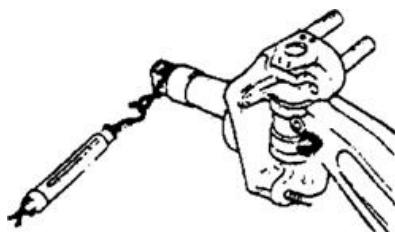

图 11
(2) 在主销表面涂一层薄薄的润滑脂。
(3) 将主销的锁销槽与前轴锁销孔对齐, 插入锁销, 拧紧锁销。 图 11
(4) 测量转向节的起动力。起动力应小于 10N (图 11)